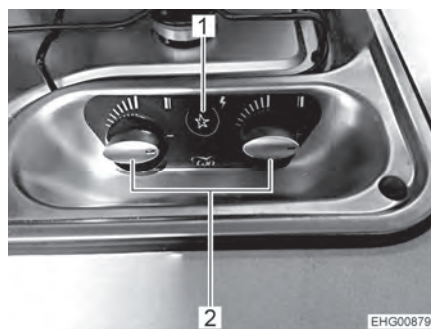

Bild 127 Bedienelemente für Gaskocher
- Drehregler (Bild 127,2) der gewünschten Brennstelle auf Zündposition (große Flamme) drehen.
- Druckschalter (Bild 127,1) drücken. Am Brenner werden Zündfunken erzeugt.